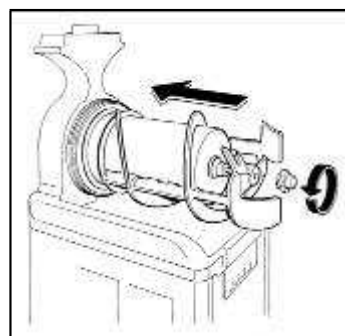

Рис. 36
- Зафиксировать все детали, завинтив круглую ручку против часовой стрелки (Рис.36).